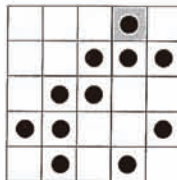

図2：図1と同様に、図の黒丸の正方形には木が植えられており、空白の正方形には木が植えられていない。この図の場合、木が植えられている正方形の存在確率は $p = 0.44$ となる。上端の斜線部分に火災が発生するものとする。
(1) 図2のような果樹園の場合、果樹園上端の木に発生した火災はどのように伝播していくだろうか。火災発生から終了まで、単位時間ごとに、燃えている木および燃え尽きた木のある正方形を斜線で塗りつぶせ。なお、解答用紙には8巡目までの図が用意してある。このうち必要な分だけ図を使うこと。